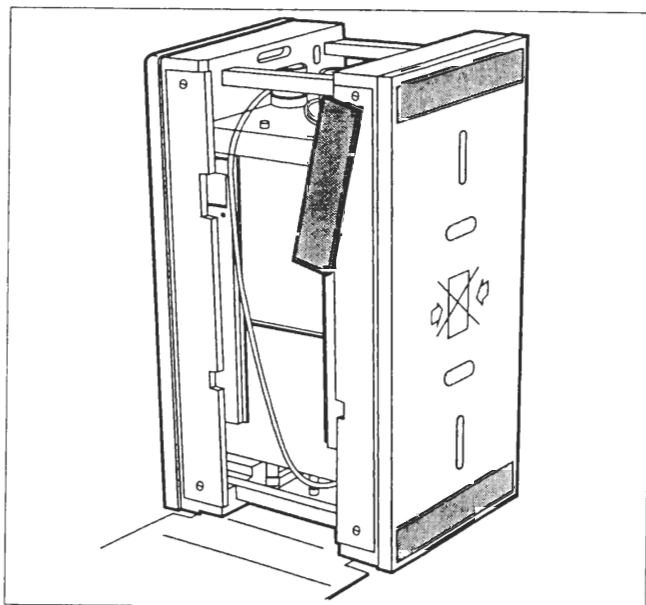

figura 2
- Svitare la staffa di ancoraggio (vedi figura 2);